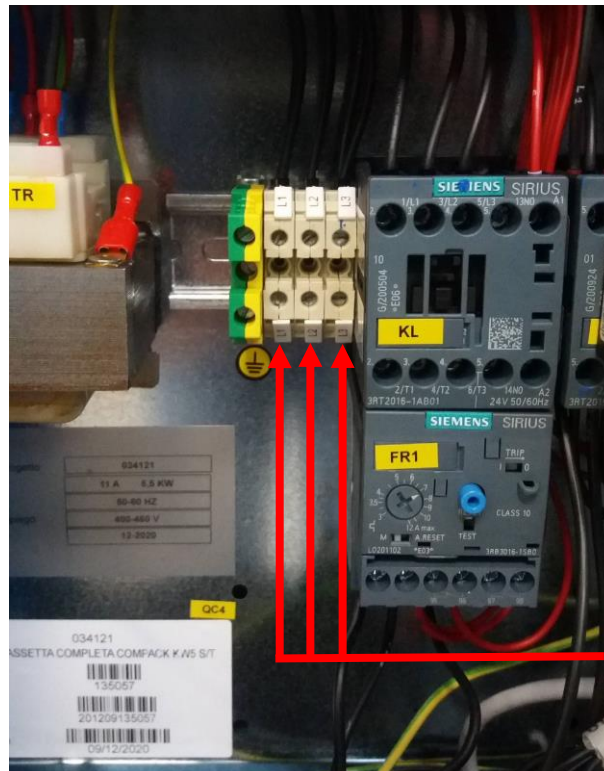

Figura 6
2. Collegare L1 L2 L3 alla morsettieria come indicato in figura 6.